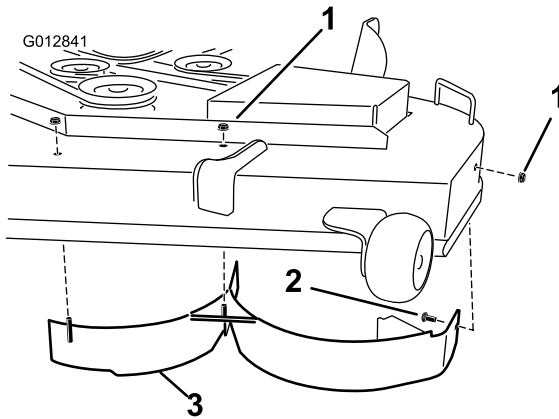

Figura 32
6. Retire las dos contratuercas (5/16 pulgada) de las clavijas soldadas del deflector izquierdo, en la parte superior de la carcasa de corte, en las posiciones centro y centro izquierda (Figura 32). Retire el perno de cuello cuadrado y la contratuerca, situados en la pared lateral de la carcasa del cortacésped, que sujetan el deflector izquierdo a la carcasa.
7. Retire el deflector izquierdo de la carcasa de corte según se muestra en Figura 32.